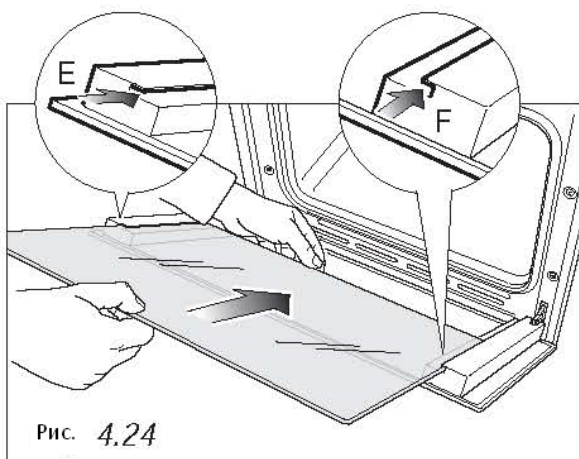
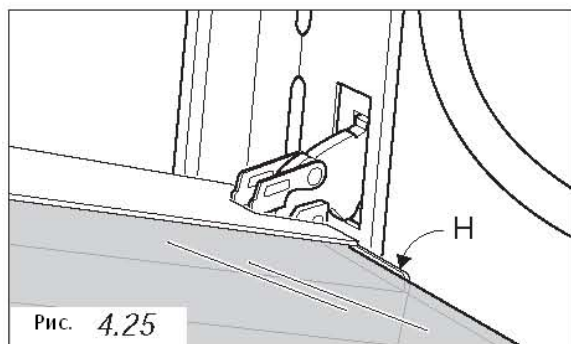

Рис. 4.24
Рис. 4.25
- Вставьте внутреннее стекло в левую **E** и правую **F** боковые направляющие (Рис. 4.24) и слегка прижмите его к стопорам **H** (Рис. 4.25).